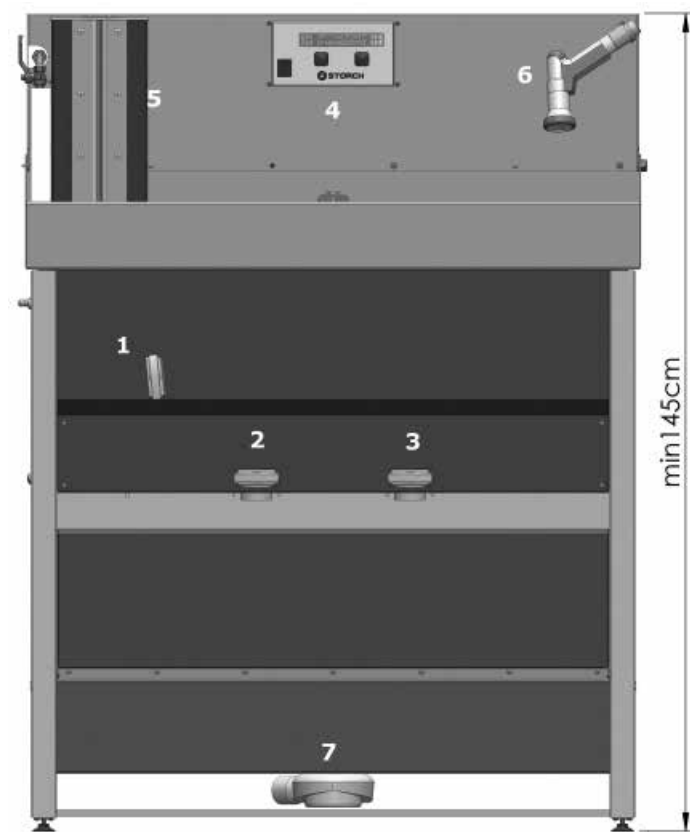

Fig. 1
Dopo l'avvenuto posizionamento dell'impianto, collegare lo scarico (7) incluso nella fornitura Fig. 1, 2 al condotto di scarico dato. Altezza dello scarico dato mass. 100 mm
- Pulire gli utensili / contenitori con il soffione incluso nella fornitura (6) Fig. 1
- Pulire rulli in TurboWash (TurboWash optional = accessorio) (5) Fig. 1, 2, 5, 6
- Accendere l'impianto all'interruttore on / off (4) Fig. 1
Ciò può accadere in caso di livello dell'acqua troppo basso nel bacino di reazione. In tal caso si aggiunge dell'aria durante il procedimento di flocculazione che è la causa della spinta ascensionale dei fiocchi. In questa situazione, aprire dopo la flocculazione non lo scarico per l'acqua pulita (1) Fig 1, ma direttamente lo scarico (2) Fig. 1 o (3) Fig. 1, a secondo da quello che viene visualizzato dai comandi.